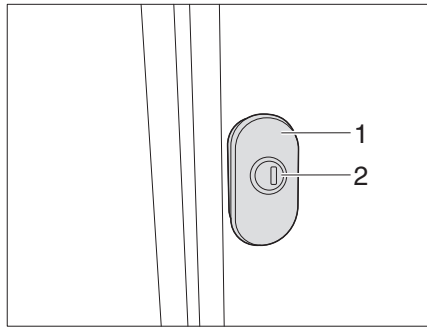

Fig. 52 Cerradura tensora giratoria (variante 1)
- Introducir la llave en el cilindro de cierre (Fig. 52/53,1) y girarla un cuarto de vuelta. Se desbloqueó la cerradura de la trampa.
- Tirar de la cerradura tensora giratoria (Fig. 52/53,2) y girarla 180° en sentido contrario a las agujas del reloj. La trampa exterior está abierta.